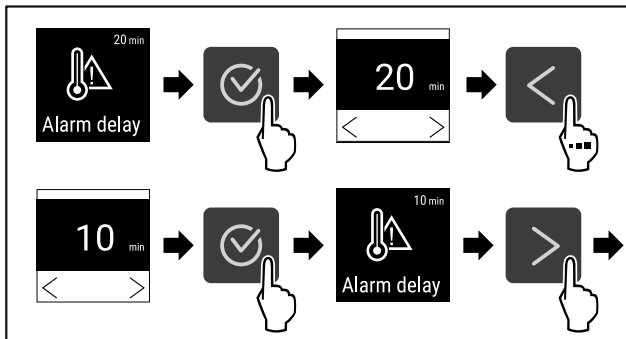

Fig. 100
- ▶ Wykonać czynności (patrz Fig. 100) .